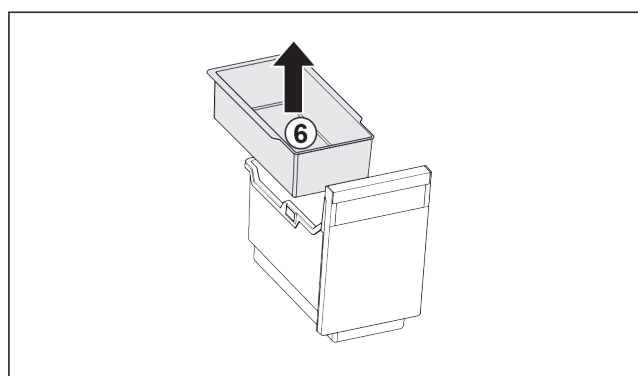

Fig. 81
- ▶ Ta ut det hängande facket Fig. 81 (6).